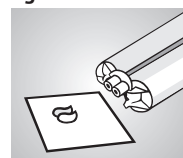

Fig. 3
L'applicazione della resina avviene con l'aiuto del sistema Automix2 (Fig. 2). Dopo l'inserimento della cartuccia nella pistola-dispenser, togliere la chiusura della cartuccia. Spingere fino a fare uscire una piccola quantità di materiale uniforme da ambedue le aperture (Fig. 3). Inserire la cannula di miscelazione sulla cartuccia osservando le guide poste su di essa. Bloccare girando l'una contro l'altra (Fig. 4). Il dosaggio adesso può avvenire individualmente. Dopo l'uso lasciare la cannula di miscelazione sulla cartuccia fino al prossimo impiego. Utilizzare esclusivamente le cannule di miscelazione **tempofit® premium** 10:1 blu!
- Per garantire una miscela omogenea: Prima dell'inserire la cannula di miscelazione, **sempre** fare uscire una piccola quantità di materiale, fino ad ottenere un **flusso omogeneo** de la base e del catalizzatore **dalle due aperture** della cartuccia (Fig. 3).